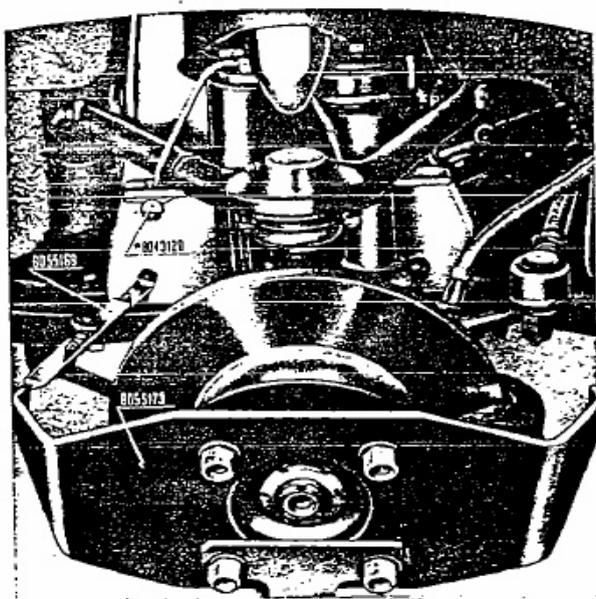

Fig. 23. - Mise en place du calibre 88055169 pour contrôle de la demi-ouverture.
- Placer le calibre 88055163 entre le siège sur le support de la suspension et l'extrémité avant du calibre 88055173 (voir fig. 23). La demi-ouverture doit être égale pour les deux roues lorsque les branches du volant de direction sont en position horizontale (roues dans le sens de marche en ligne droite) (2).